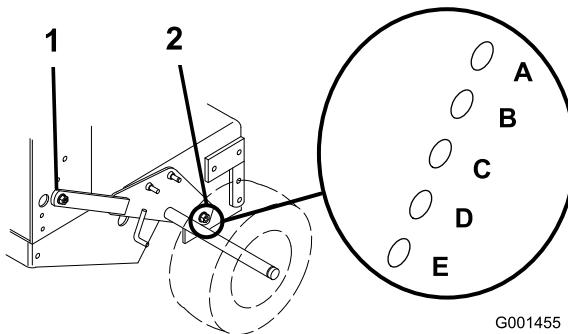

Figure 12
3. Desserrez, sans les enlevez, les 2 boulons de pivot et les 2 boulons de réglage de l'essieu (Figure 12).
4. Placez un cric sous le bâti du moteur, au centre et à l'arrière. Soulevez l'arrière du bâti du moteur jusqu'à ce qu'il soit possible de déposer les 2 boulons de réglage de l'essieu avant (Figure 12).
5. Levez ou abaissez le bâti du moteur à l'aide du cric de sorte à pouvoir insérer les 2 boulons de réglage de l'essieu avant dans les trous voulus (Figure 12).